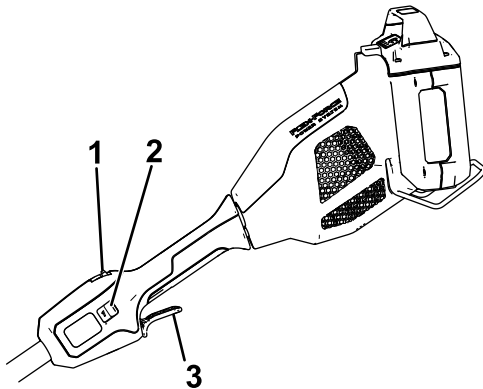

Figura 6
4. Para arrancar el accesorio, presione el botón de bloqueo y apriete el gatillo de accionamiento (Figura 6).
Para apagar el cortabordes, suelte el gatillo de accionamiento (Figura 6). Espere al menos 5 segundos para que la cuchilla deje de girar.